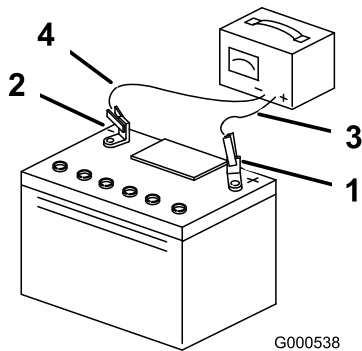

Figura 45
3. Cuando la batería esté completamente cargada, desconecte el cargador de la toma de electricidad, luego desconecte los cables del cargador de los bornes de la batería (Figura 45).